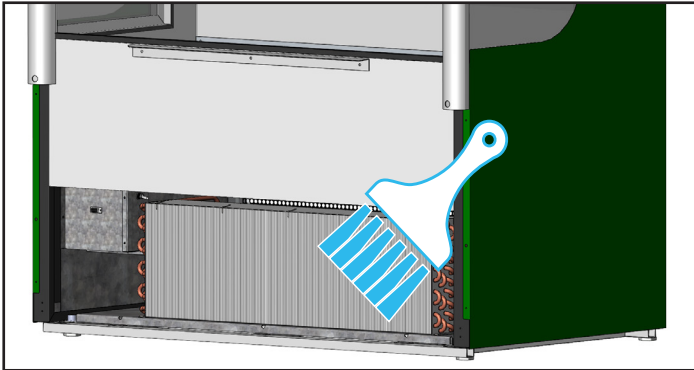

Abb. 4. Verwenden Sie die Bürste nie an den Lamellen der Rohrschlange.
3. Reinigen Sie mit einer Bürste mit harten Borsten den angesammelten Schmutz sorgfältig von den Lamellen der vorderen Kondensatorrohrschlange. Siehe Abb. 4.